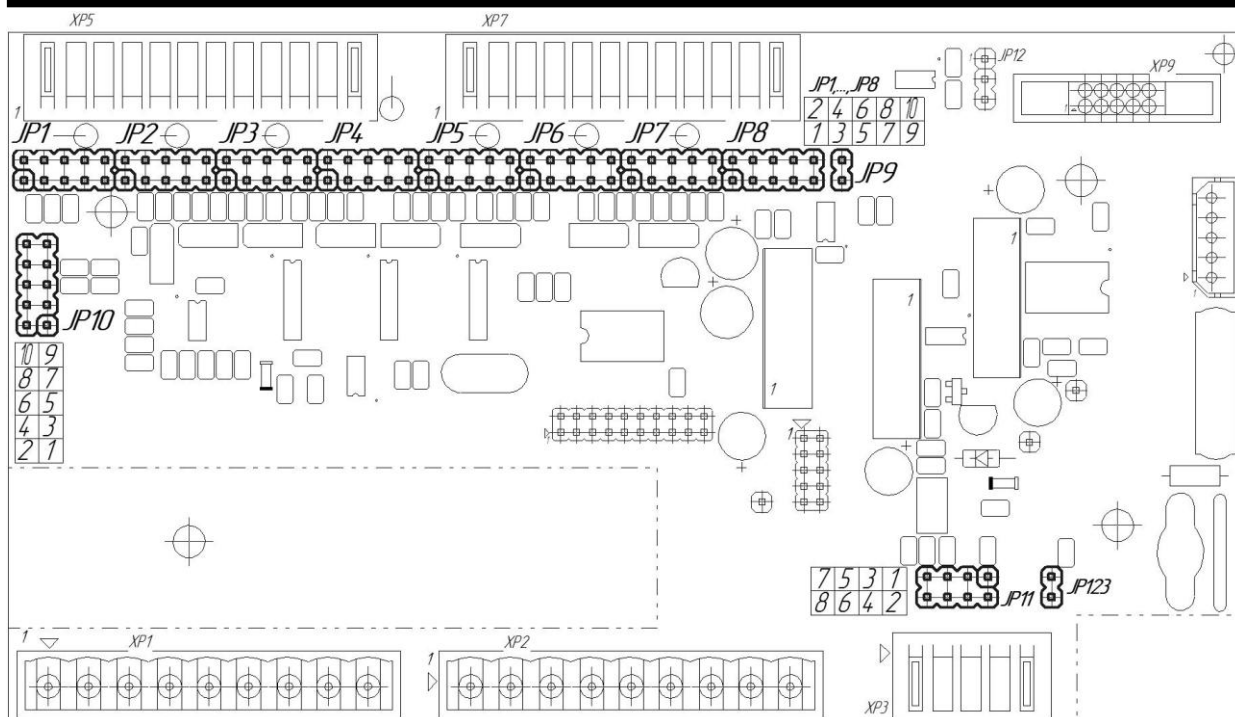

Рисунок 4.5 – Положення перемичок на платі входів
- положення переминок на платі процесора (встановленої всередині регулятора) – див. рисунок 4.5.